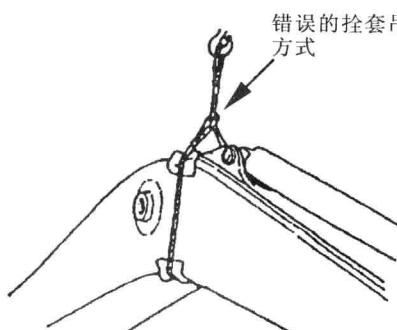

图 1-4 示意图 (3)
6) 当挂装货物时，尼龙吊索与货物不得有间隙，如图 1-4 所示。